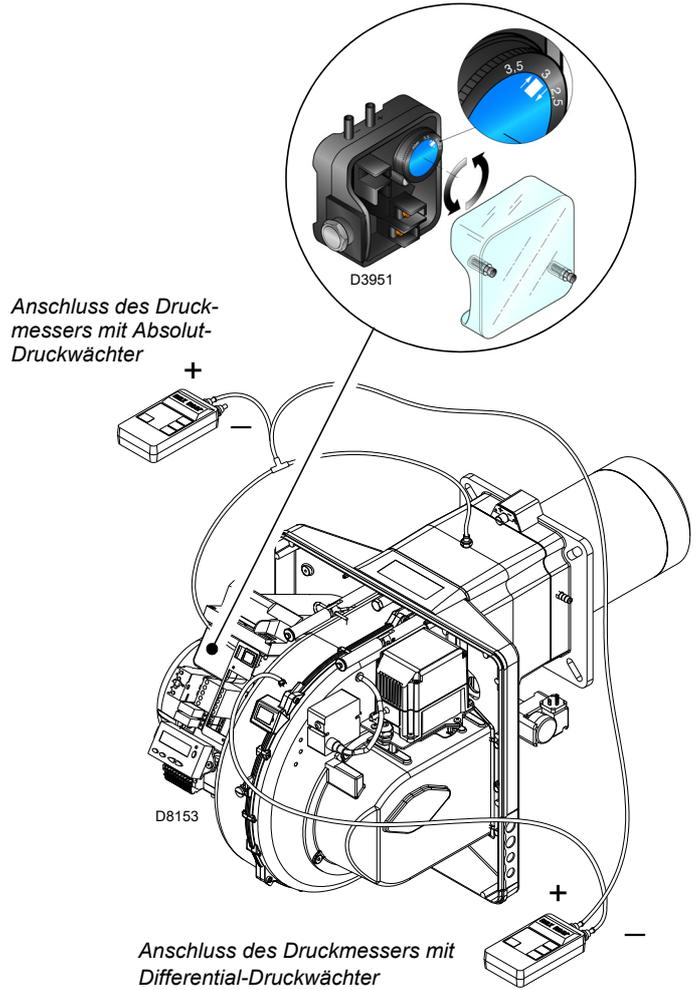

Abb. 32
- Regeln Sie den Luftdruckwächter (Abb. 32 auf Seite 34) auf den Skalenanfang.
Die Einstellung des Luftdruckwächter (Abb. 32) nach Durchführung aller anderen Einstellungen des Brenners mit auf erster Stufe eingestelltem Luftdruckwächter ausführen.
Nimmt der Brenner erneut eine Störabschaltung vor, den Drehgriff weiter geringfügig im Uhrzeigersinn drehen. Während dieser Arbeitsgänge kann es nützlich sein, einen Druckmesser zum Messen des Luftdrucks zu verwenden. Der Anschluss des Druckmessers ist in Abb. 32 angeführt. Die Standardkonfiguration ist die des absolut angeschlossenen Luftdruckwächters. Man beachte das Vorhandensein eines nicht mitgelieferten "T"-Anschlusses. Bei einigen Anwendungen mit starkem Unterdruck verhindert der Anschluss des Druckwächters dessen Umschalten. In diesem Fall ist es notwendig, den Druckwächter differential anzuschließen, indem eine zweite Leitung zwischen Luftdruckwächter und Saugleitungsöffnung des Gebläses angebracht wird. Dann muss auch der Druckmesser differential angeschlossen werden, d.h. wie in Abb. 32 gezeigt.